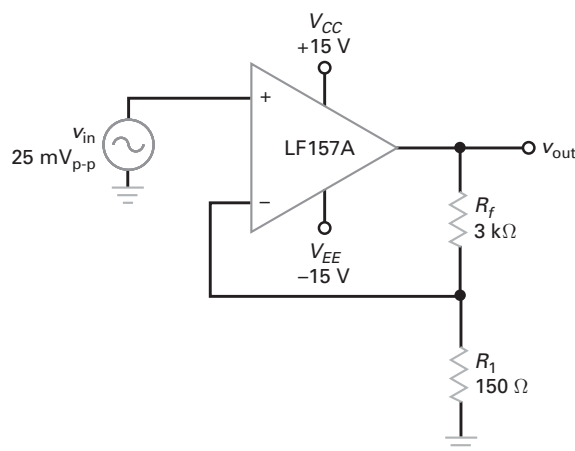

Figura 16-32
- 16-10** **MultiSim** Na Figura 16-32, qual o ganho de tensão em malha fechada e a largura de banda? Qual a tensão de saída CA em 100 kHz?
- 16-11** Qual a tensão de saída quando v_{in} é reduzida a zero na Figura 16-32? Use os parâmetros de pior caso dados no Problema 16-9.